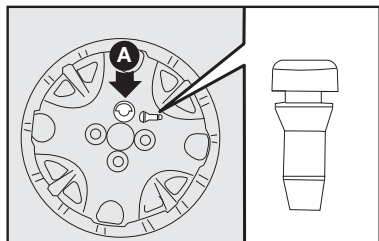

fig. 14
8) Colocar a calota cuidando para que o símbolo , na parte interna, fique em correspondência com a válvula, e dessa maneira o furo maior da calota **A**—**fig. 14** passe pelo parafuso já fixado.